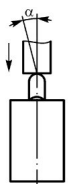

Рисунок 1
4.9.3 Выключатели предназначены для работы толкающим упором (рисунок 1).